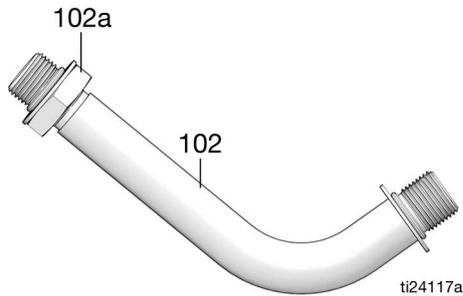

FIG. 4
3. Visser le raccord tournant (1) du compteur sur le raccord du flexible. Tourner deux clés dans le sens opposé pour bien visser le compteur sur le raccord du flexible.
4. Installer la rallonge (102) sur le compteur.
- a. Desserrer l'écrou d'extension (102a) jusqu'à ce qu'il soit complètement hors du filetage du tube (FIG. 4).